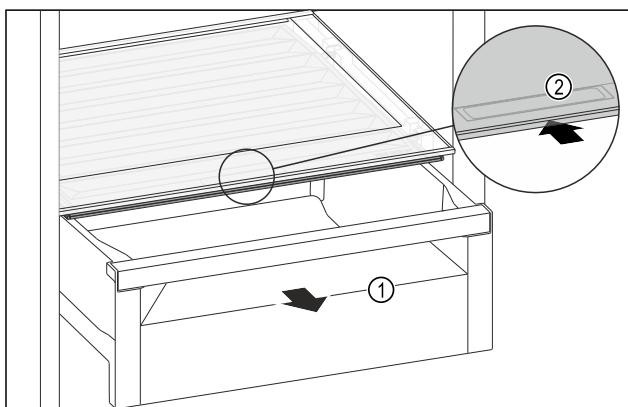

Fig. 109
- Извлеките выдвижной ящик Fig. 109 (1).
- Возьмитесь за утопленную ручку Fig. 109 (2) на крышке отделения и одновременно введите крышку отделения назад.